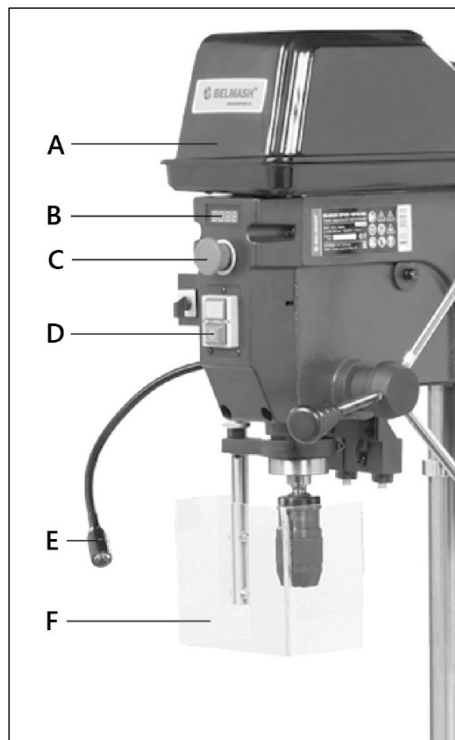
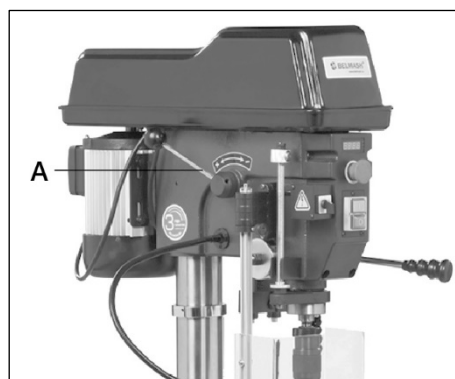

Рисунок 14.
Рисунок 15.
Для включения станка кожух блока ременной передачи (A) и защитный экран (F) (рис. 14) должны быть в закрытом положении.
Изменение скорости сверления возможно только при запущенном электродвигателе станка. Скорость сверления регулируется при помощи рукоятки (A) (рис. 15). Значение частоты вращения отображается на дисплее (B) (рис. 14). Для включения и выключения подсветки рабочей зоны используйте клавишу (E).